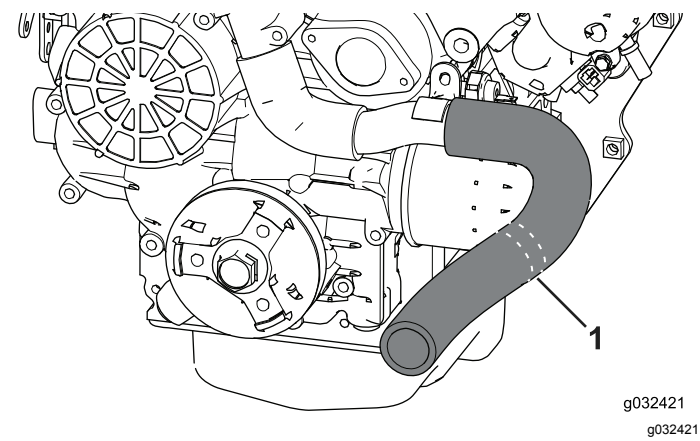

Figura 12
- 1. Localice y retire la manguera del radiador (Figura 12).
- 2. Utilice una herramienta de corte para cortar la manguera del radiador en las líneas de corte (Figura 12).